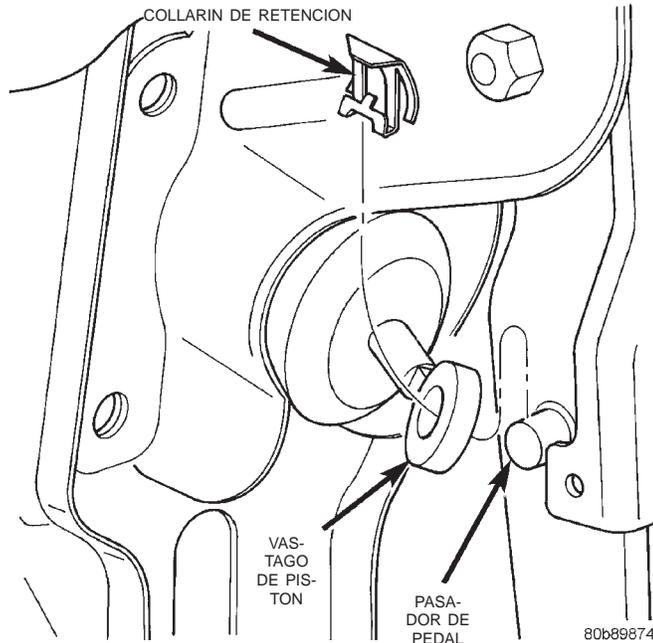
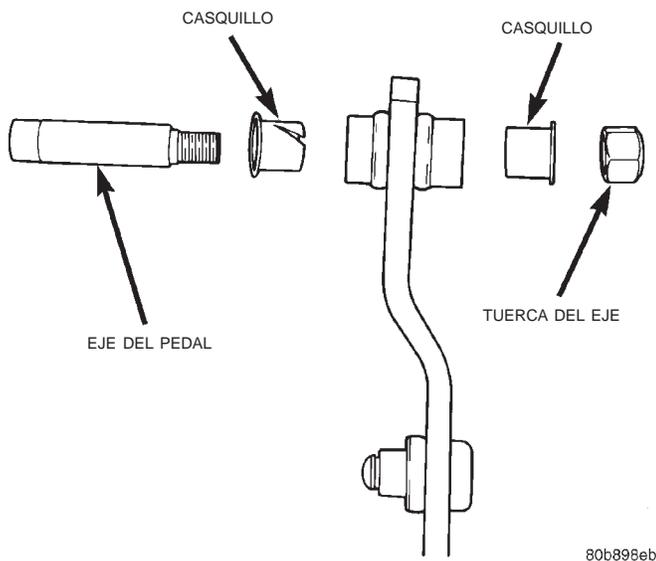

Fig. 17 Collarín de retención de vástago de pistón
Fig. 18 Casquillos del pedal
(1) Retire el collarín de retención que fija el reforzador al pasador del pedal (Fig. 17).
(2) Retire la tuerca del eje del pedal.
(3) Deslice hacia afuera el eje del pedal y retire el pedal de freno.
(4) Retire los casquillos del pedal (Fig. 18) si deben reemplazarse.